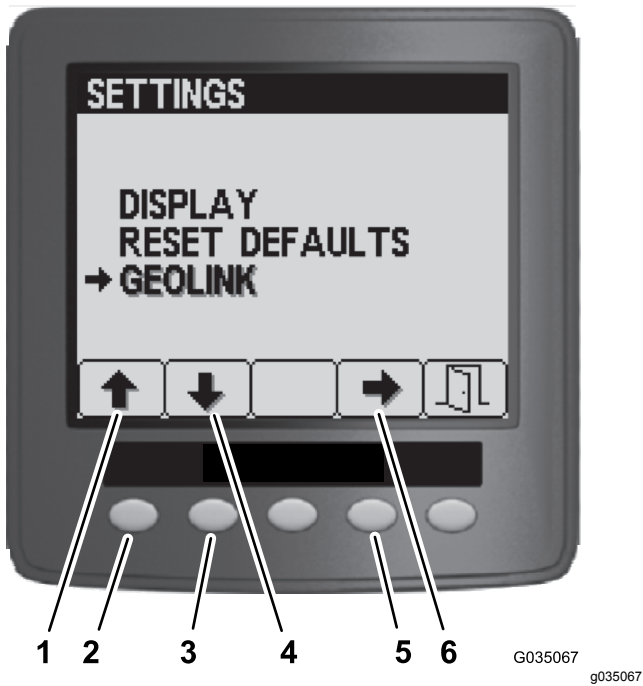

图101
4. 在 Settings 设置菜单上按 1 号按钮或 2 号按钮直至 GeoLink 选项高亮显示然后按 4 号按钮导航至 GeoLink 菜单图101。